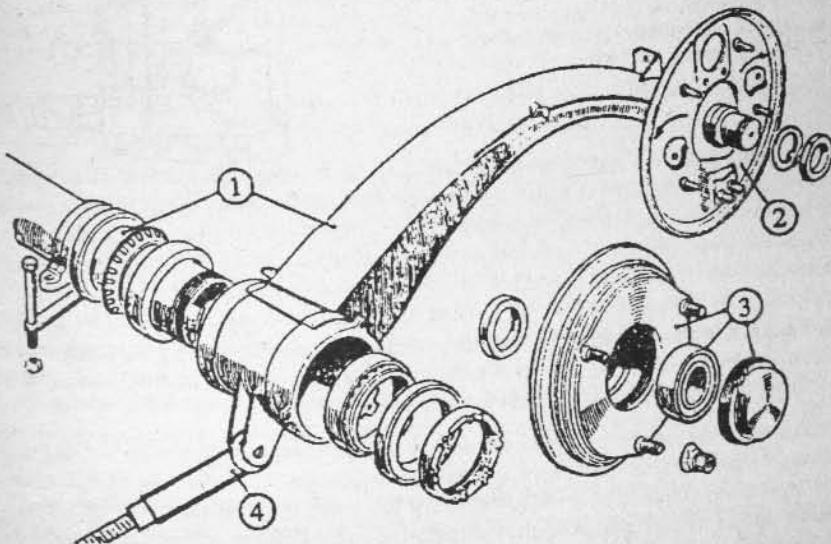

Fig. 1-13.— Brazo de suspensión trasera
**10. Ruedas traseras.**— Son del tipo totalmente libre y se montan en el extremo de los brazos traseros (Figs. 1-13 y 1-14), sobre un cojinete de doble corrida de bolas, con retén de grasa interior y tuerca de fijación exterior. Todo el conjunto está protegido por una tapa que mantiene la grasa lubricante e impide la entrada de polvo, tierra o agua.